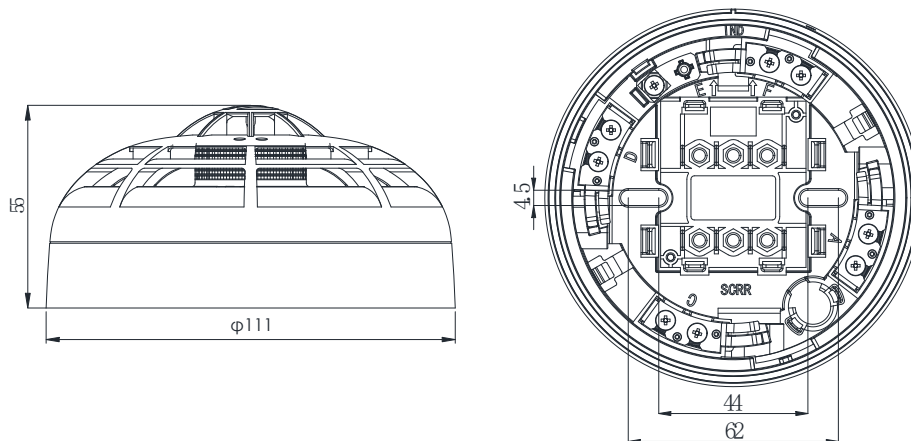

图1 外形及安装尺寸图
- 布线施工后，将底座固定在墙上，安装孔距为 44~62mm，外形及安装尺寸如图 1 所示。